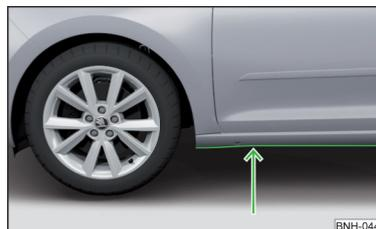

Fig. 114
- Determine la profundidad del agua antes de un vadeo. El nivel del agua debe llegar como máximo al borde inferior del larguero inferior » **fig. 114.**